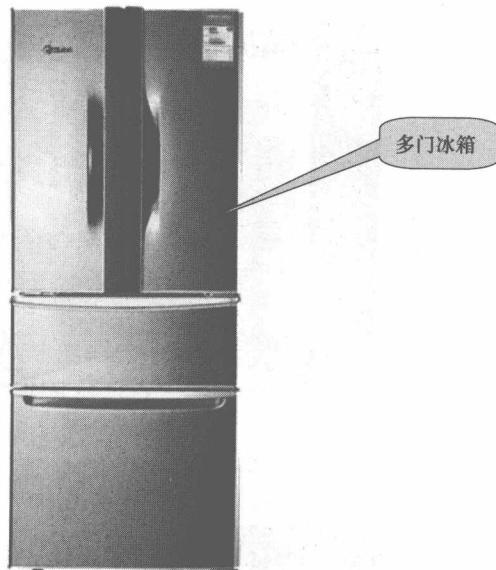

图 1-4 多门冰箱
③ 多门电冰箱是指箱门分为上、中、下 3 扇门或 4 扇门（或更多扇门）的电冰箱。实际上，它们的基本结构与双门电冰箱相同，只是设置了不同温度的单独冷藏室，各自开门，使用更加方便。例如将双门电冰箱下部的果菜盒另辟为一室，就称为“果菜室”，安排在最下面的门内，就称为三门电冰箱。在三门电冰箱的基础上增加了一个专供储藏新鲜鱼、肉的“冰温室”，使它的室内温度保持在-3~0℃，就成为四门电冰箱，如图 1-4 所示。